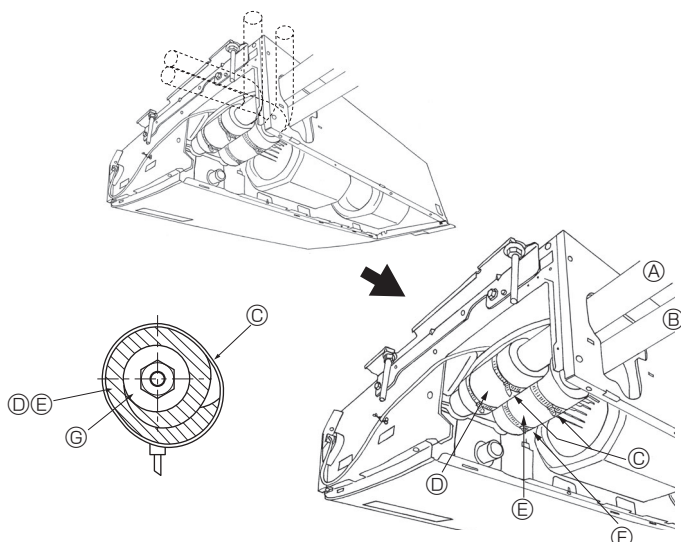

Fig. 4-3
4.3. Jednostka wewnętrzna (Fig. 4-3)